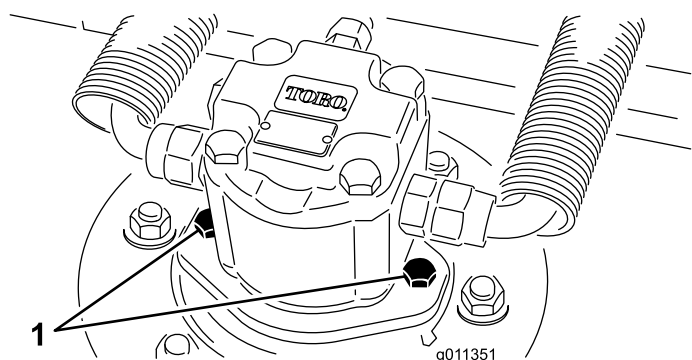

Рисунок 61
2. Отсоедините и снимите гидромотор с режущего блока (Рисунок 61). Накройте верхнюю часть шпинделя для предотвращения загрязнения.
4. Установите гидроцилиндр на деку (Рисунок 61). Убедитесь, что уплотнительное кольцо находится в штатном положении и не повреждено.